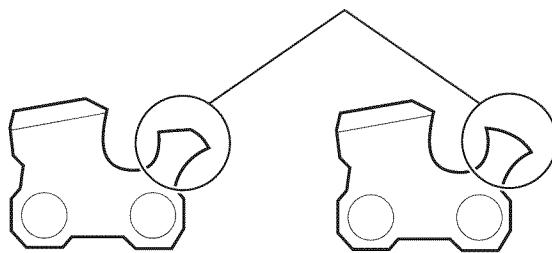

Fig. 37
- Despues de bajar el calibre de profundidad, utilice la lima plana para devolverle al calibre de profundidad la forma redondeada original (Fig. 37). Tenga cuidado de no dañar los bordes de corte y los eslabones cercanos.